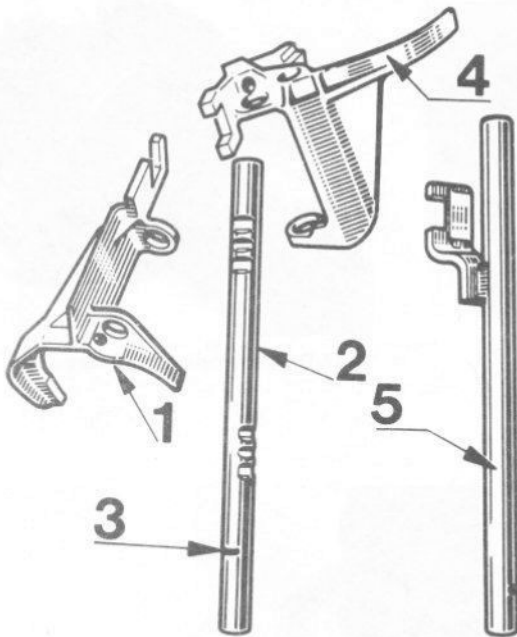

Fig. 6.39 Position correcte du cran de verrouillage (fléché) lorsque les fourchettes et les coulisseaux sont assemblés (Sec 18)
- 7 Engager le coulisseau de 1ère/2ème et 3ème/4ème en plaçant le cran de verrouillage comme indiqué (Fig. 6.39). Aligner tous les crans des doigts pour placer les sélecteurs au point mort (photo).